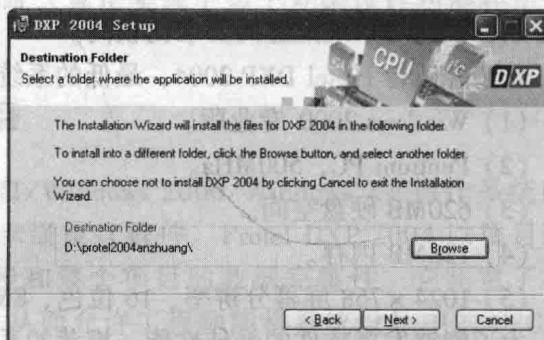

图 1.4 选择安装路径
(4) 单击“Next”按钮，出现如图 1.4 所示的界面，要求选择安装路径。默认的安装路径是“C:\Program Files\Altium 2004”，单击“Browse”按钮，可以重新选择 Protel DXP 2004 的安装路径。